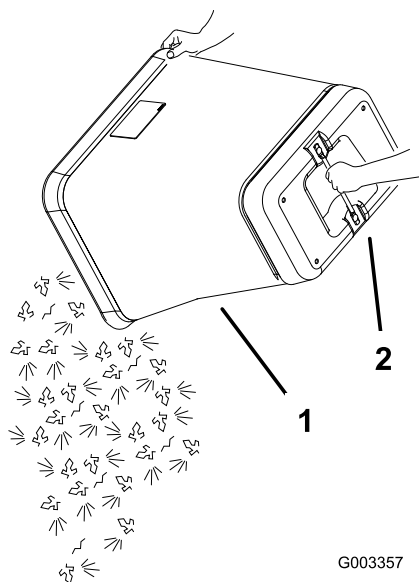

Figura 38
6. Afferrate la maniglia sotto il cesto e ribaltate il cesto per vuotarlo (Figura 38).